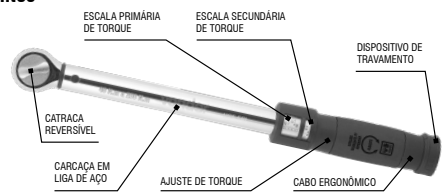

Figura 1 – Componentes modelos com encaixe 1/2"
- Puxe o dispositivo de travamento (Figura. 1) para destravar o sistema (ver informações no cabo do torquímetro);